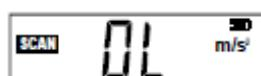

Fig. 5 (El valor de la medición ha sobrepasado los límites)
5. Si el valor que ha registrado no se encuentra dentro de los límites indicados en las especificaciones técnicas la pantalla mostrará el símbolo "OL" (Fig. 5.).